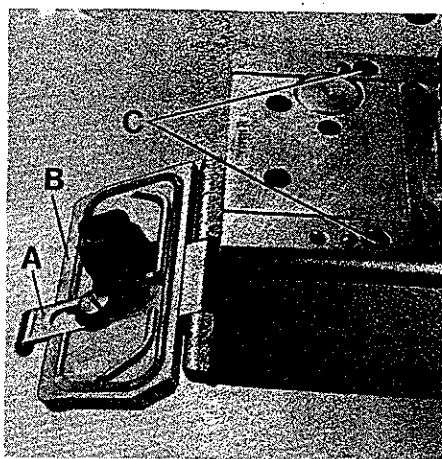

Fig. 15
Turn handwheel until the needles are in their upmost position. Pull up handle (A, Fig. 15) and swing out cylinder cover (B).
Turn out the two screws (C, Fig. 15).
Drehen Sie am Handrad bis die Nadeln in der höchsten Stellung sind. Ziehen Sie den Griff (A, Fig. 15) nach oben und schwenken Sie den Zylinderdeckel (B) aus.
Drehen Sie die beiden Schrauben (C, Fig. 15) heraus.